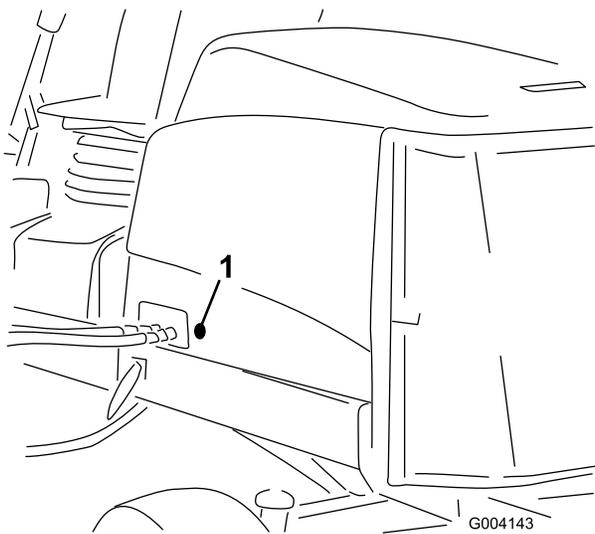

Рисунок 35
- Извлеките резиновую втулку из отверстия с левой стороны капота (Рисунок 35).